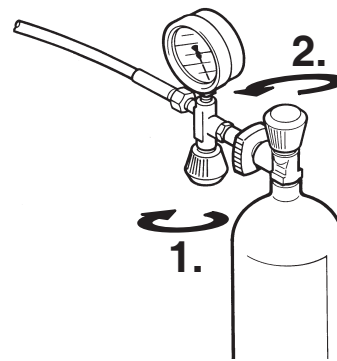

Рис. 11 Откройте баллон сжатого воздуха
- Сначала медленно откройте заправочный клапан, затем клапан баллона. См. рис. 11.